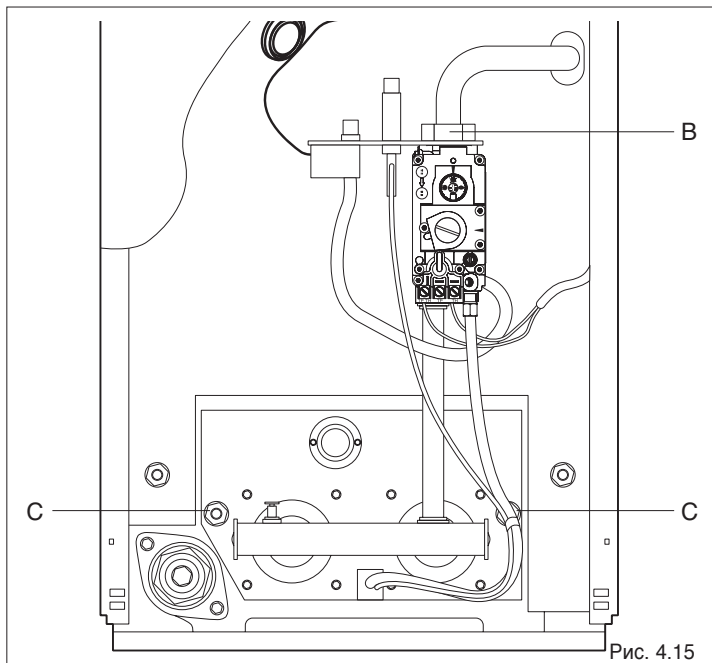

Рис. 4.15
- Открутите гайки С и В и извлеките горелку с газовым клапаном (Рис. 4.15).